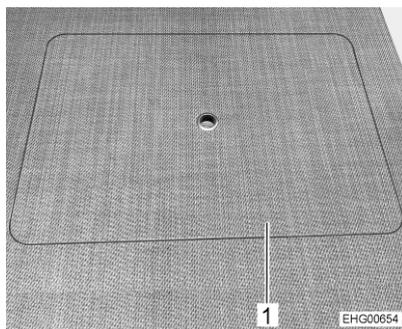

Fig. 34 Coperchio di servizio doppio fondo
- Aprire uno dei coperchi di servizio (Fig. 34,1) nel vano abitabile.